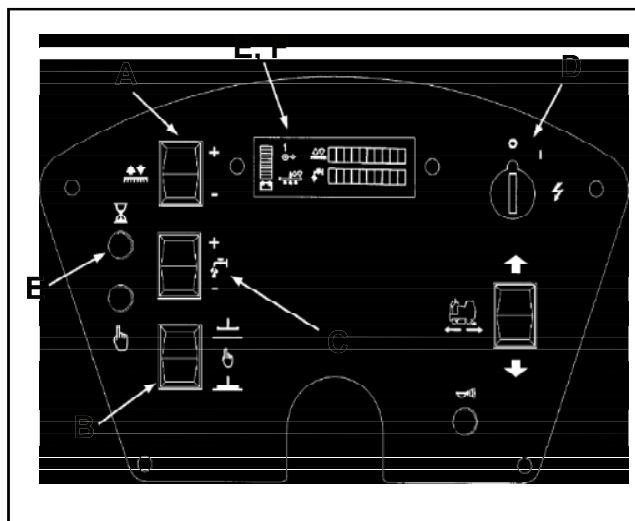

Figure 1
**Panneau de commandes de la machine****Commutateur à clé Marche/Arrêt (voir figure 1, élément D)**